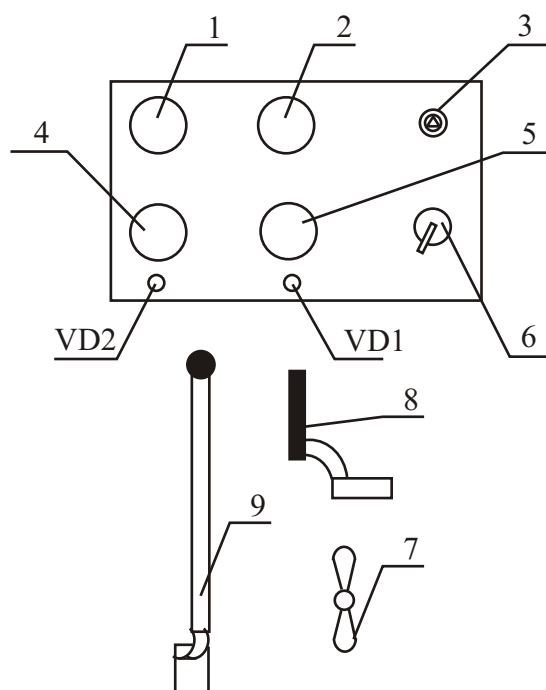

Рисунок 4 - Панель приборов контроля и управления станцией
- 3) панели приборов контроля и управления станцией (см. рис.4);